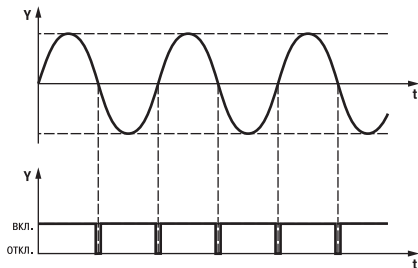

Рис. 3
3.1.1.1. Устройство контроля перехода через ноль формирует импульс в начале каждого полупериода соответствующей фазы (рис. 3). Эти импульсы синхронизируют работу устройства обработки сигналов.